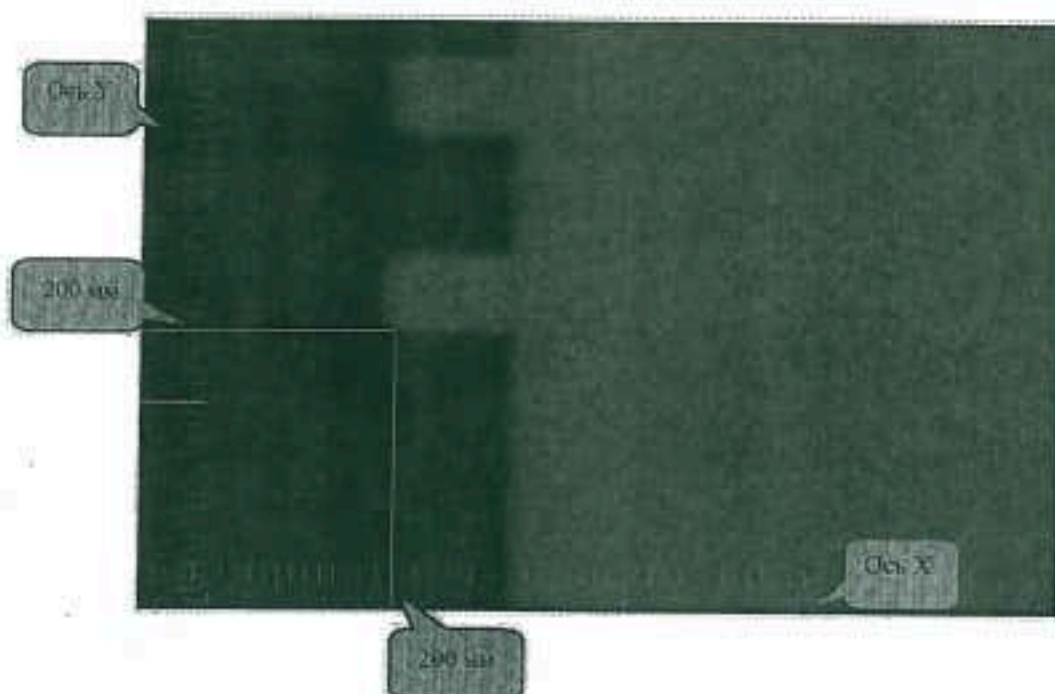

Рисунок 20.
3. Начертите прямоугольник 100x100 мм в координатах (200, 200) мм (рис. 20).